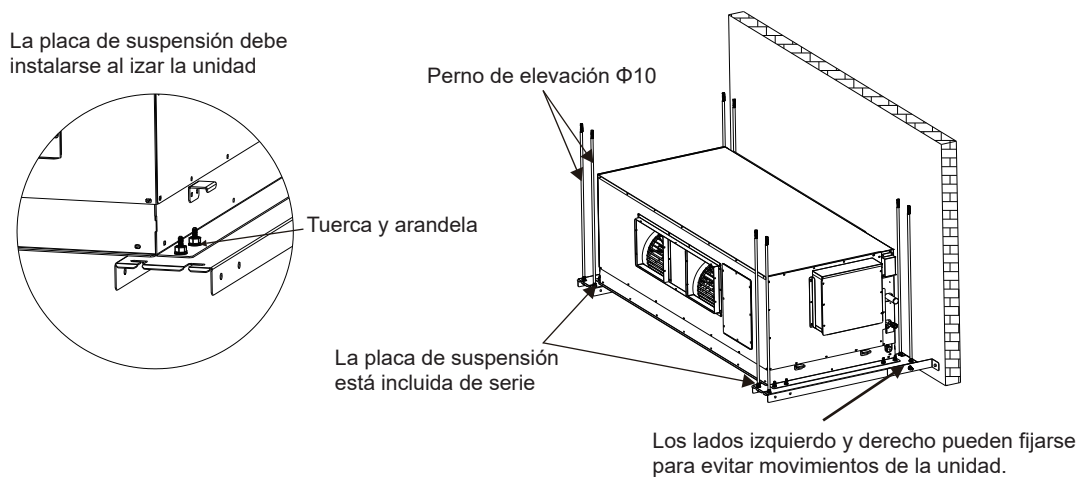

Figura 3.8
4) La unidad canalizada de alta presión estática de 35,0 kW a 56,0 kW y la de aire fresco de 35,0 kW a 56,0 kW necesitan una placa de suspensión para su instalación. La placa de suspensión está incluida de serie. (La placa de suspensión debe instalarse al izar y utilizar los ocho pernos de elevación de $\Phi 10$). Consulte la Figura 3.8.